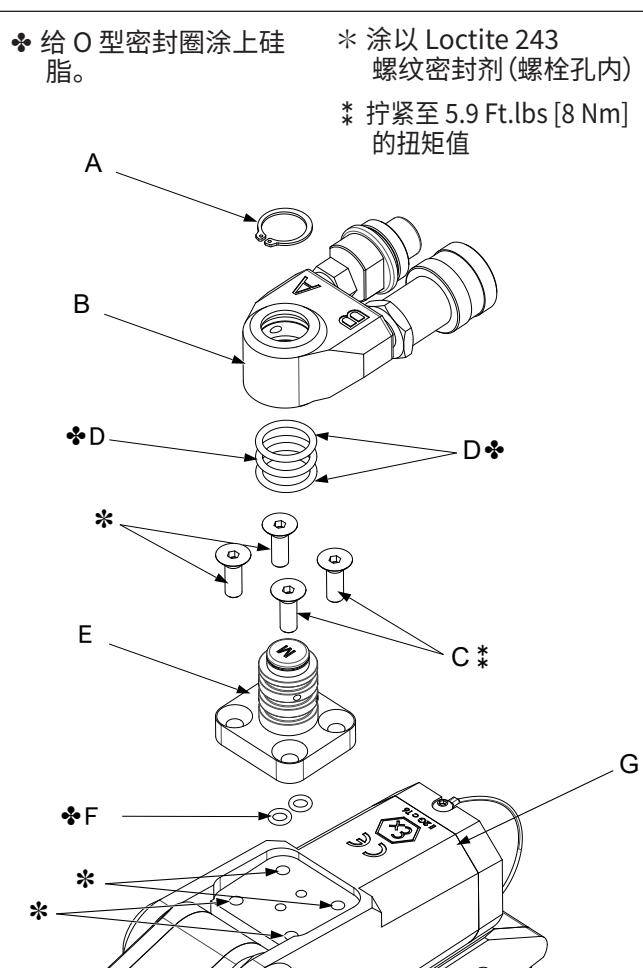
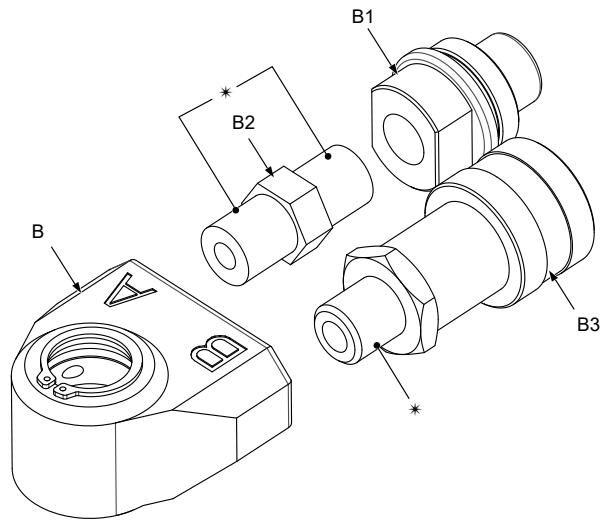

图 17: 旋转接头杆和旋转接头总成
图 18: 旋转接头总成分解图
旋转接头杆和旋转接头总成附件的拆卸(图 17 + 图 18)
- 在扳手外壳的螺纹式安装孔中涂上少许 Loctite 243 螺纹密封剂。具体位置请参见图 17。
- 在旋转接头杆 (E) 基座的端口处装上两个新的 O 型密封圈 (F)。
- 将旋转接头杆 (E) 置于扳手 (G) 上，确保液压端口对齐。确保 O 型密封圈 (F) 不会掉落或者受到挤压或切断。
- 安装已脱脂的内六角螺钉 (C) 并拧紧至 3.7 Ft.lbs [5.1 Nm]。